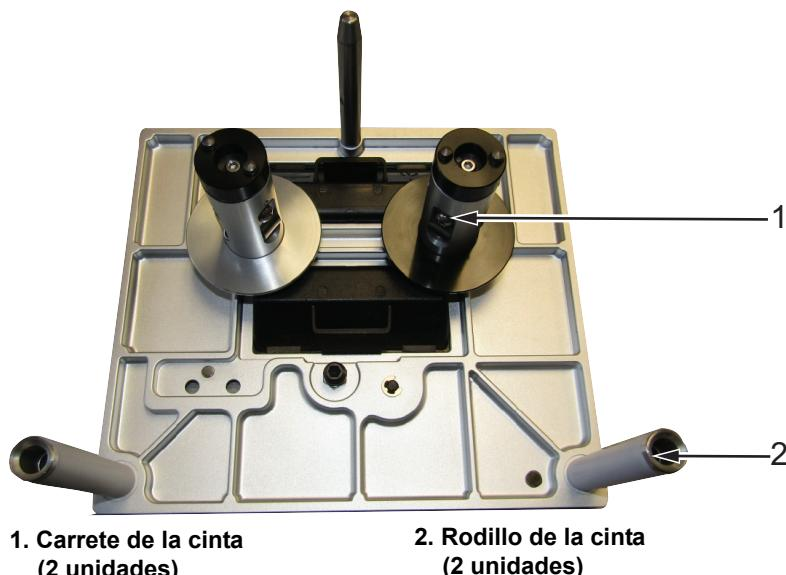

Figura 4-11: Desmontaje del casete
1. Coloque el casete sobre una superficie plana con los mandriles de la cinta mirando hacia arriba, y los rodillos de la cinta mirando hacia usted, como se muestra en la Figura 4-11.